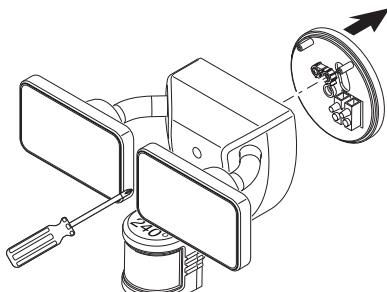

Figure 1
- Dévissez le gros boulon de fixation reliant le luminaire à la plaque de montage et enlevez la plaque de montage (voir la Figure 1). Le boulon de montage est conçu pour demeurer dans le luminaire.